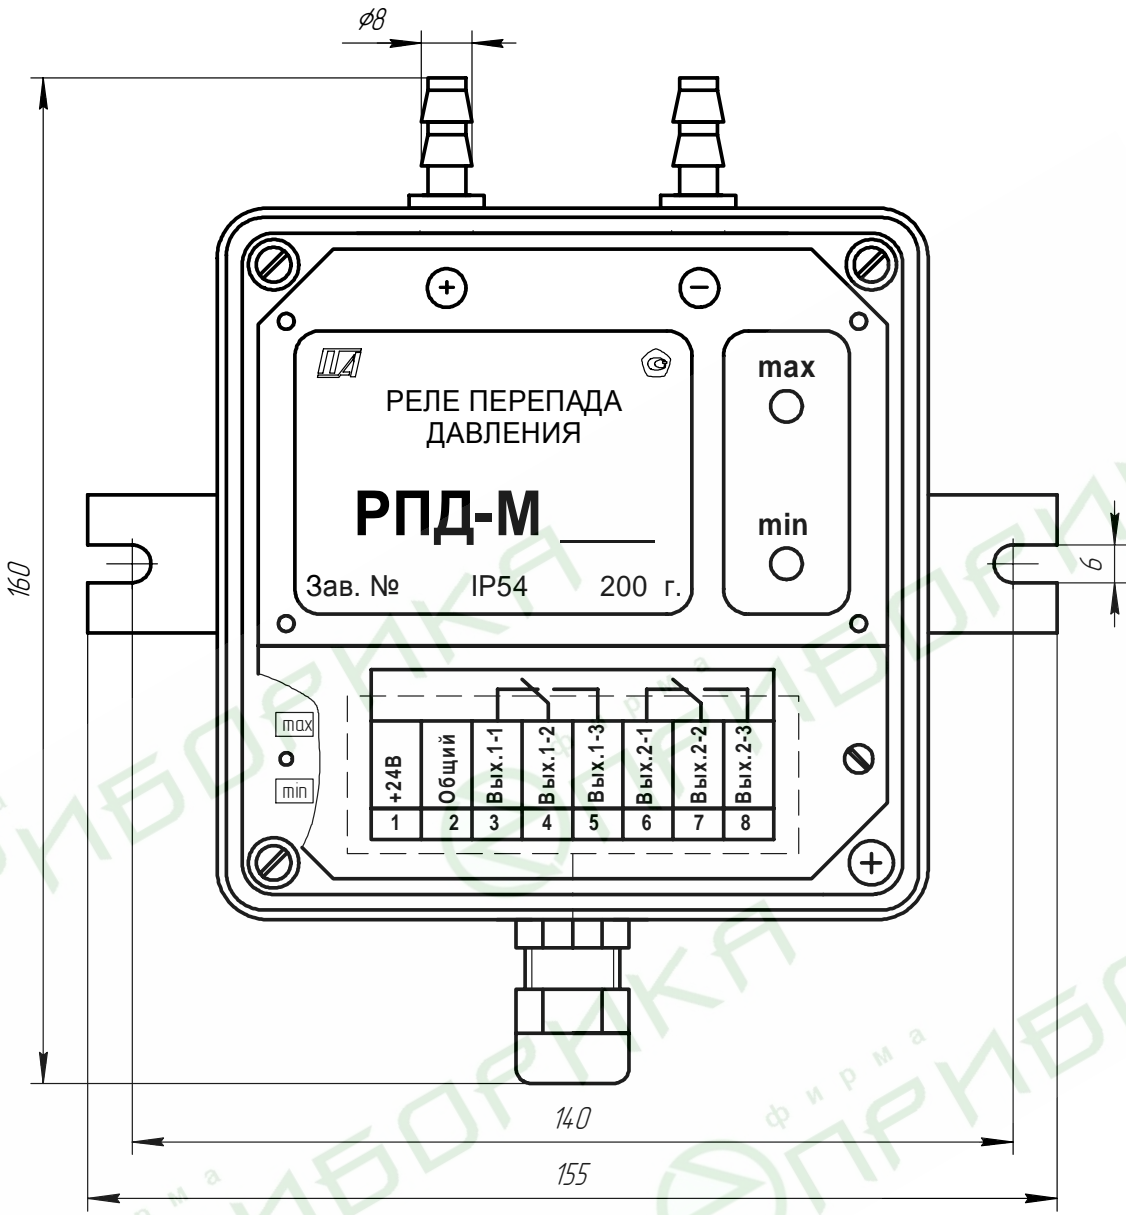
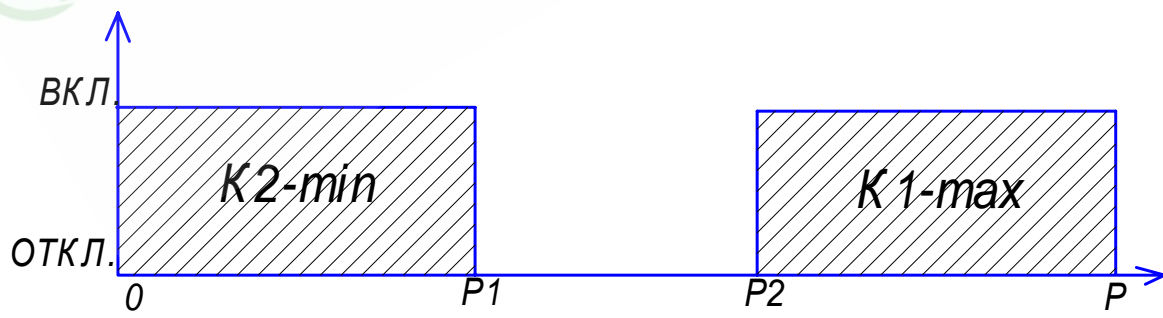

Рис.1. Общий вид реле перепада давления РПД-М-хх.
Рис.2. Диаграмма переключения выходных реле РПД-М-хх.
Рис.1. Общий вид реле перепада давления РПД-М-хх.....	5
Рис.2. Диаграмма переключения выходных реле РПД-М-хх.....	5
5.1. Общий вид реле РПД-М-хх представлен на рис. 1.
При обесточенном реле или при включенном питании состояние контактов соответствуют рис.1. при перепаде давления Р большем Р1 (уставка «min»), но меньше Р2 (уставка «max»). При уменьшении перепада до уставки Р1 (уставка «min») включается реле К2, при увеличении перепада до уставки Р2 (уставка «max») включается реле К1. Состояние выходных реле при изменении перепада давления Р сведены в таблицу 5.1. и показаны на диаграмме (см.рис.2).
9.3.1. Собрать рабочее место согласно рис. 4, снять крышку; отвинтив 2 винта (см.рис.1) и подключить контакты колодки ХТ1 реле согласно схеме проверки: